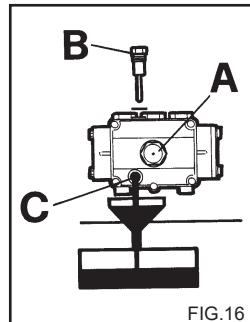

FIG.16
- Skru aftapningsproppen, under pumpen, af (fig. 16 C).
- Skru proppen af ved hjælp af oliepinden (fig. 16).